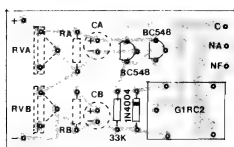

Fig.4
- **FIG. 4 - "CHAPEADO" DA MONTAGEM** - O lado não cobreado da placa, com as peças já colocadas, devendo o Leitor observar com atenção o posicionamento dos componentes polarizados, com ambos os transistores